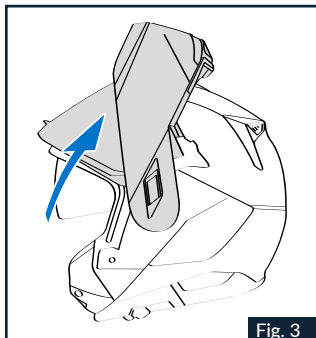
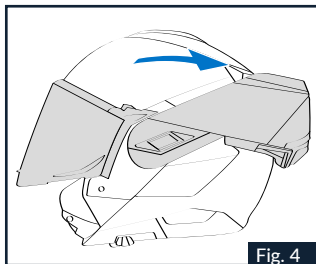

Fig. 3
Fig. 4
1.3 Tirare in avanti la mentoniera e accompagnarla nel suo movimento di rotazione verso l'alto (Fig.3) fino al raggiungimento della sua posizione di arresto sul retro della calotta (Fig. 4).
2.1 Far ruotare in avanti la mentoniera accompagnandola nel suo movimento di rotazione fino a sentire gli scatti del meccanismo di chiusura (Fig.3).